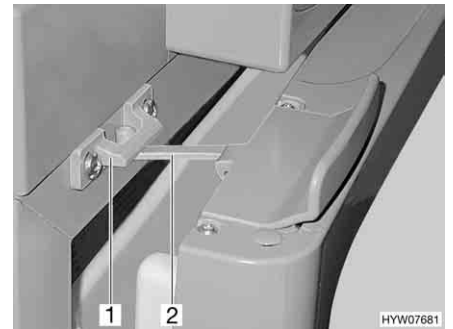

Bild 236 Kylskåpsdörr i ventilationsläge (Thetford)
- För upp låset (Bild 236,2) och haka fast det i låsfästet (Bild 236,1). Därvid stannar kylskåpsdörren i öppet läge.